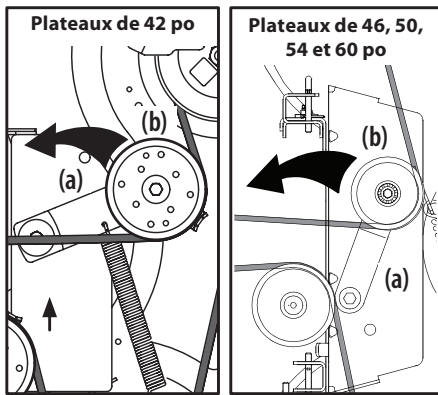

Figure 41
- À l'aide de la poignée de levage du plateau ou de la pédale et du bouton de levage du plateau, élevez-le jusqu'à la position la plus horizontale possible entre les galets tendeurs du plateau et la poulie de la PDF située au bas du moteur. Consultez la Figure 41.
- En partant du milieu du tracteur, faites pivoter le support du galet (a) et le galet tendeur mobile (b) vers l'arrière avec un éloignement suffisant pour soulever la courroie et la faire passer au-dessus de la poulie de fusée. Consultez la Figure 41.